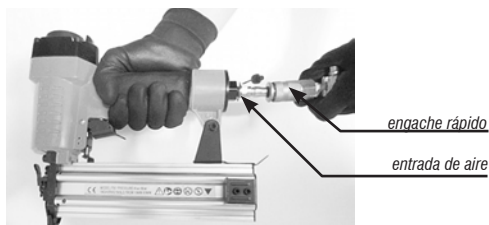

Fig. 2 – Conectando la manguera del aire
- 2 - Conecte la herramienta a la red de aire comprimido, se puede utilizar un conector en la entrada de aire de la herramienta y un enganche rápido en la manguera (no viene con el producto) de acuerdo a lo indicado en la Fig. 2;